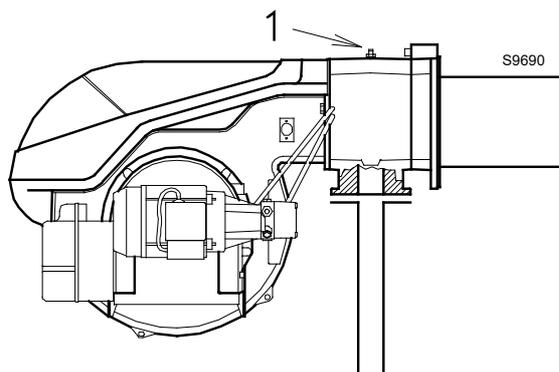

Рис. 22
Давление газа, измеренное на штуцере 1) (Рис. 22), с:
Потеря давления на дроссельном клапане газа 2) (Рис. 22) с максимальным углом открытия: 90°.
Потеря давления на рампе 3) (Рис. 22), включающей: регулировочный клапан VR, предохранительный клапан VS (оба с максимальным открытием), регулятор давления R, фильтр F.
- Отнимите из давления газа на штуцере 1) (Рис. 22) давление в камере сгорания.
Чтобы узнать давление газа на штуцере 1) (Рис. 22) после нахождения максимальной мощности модуляции, на которой должна работать горелка, выполните следующее:
- Посмотрите справа, в столбце 1, давление на штуцере 1) (Рис. 22).
необходимое давление на штуцере 1)(Рис. 22).